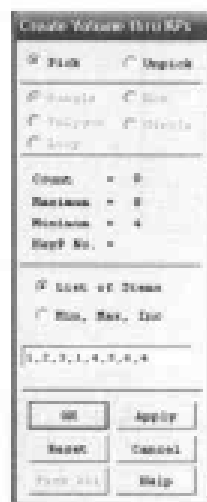

图 9-27 通过关键点创建体菜单
(5) 选择 Main Menu | Preprocessor | Modeling | Create | Volumes | Arbitrary | Through KPs 命令, 出现 Create Volume thru KPs 菜单, 在文本框中输入 1, 2, 3, 1, 4, 5, 6, 4, 如图 9-27 所示, 单击 OK 按钮关闭该菜单。